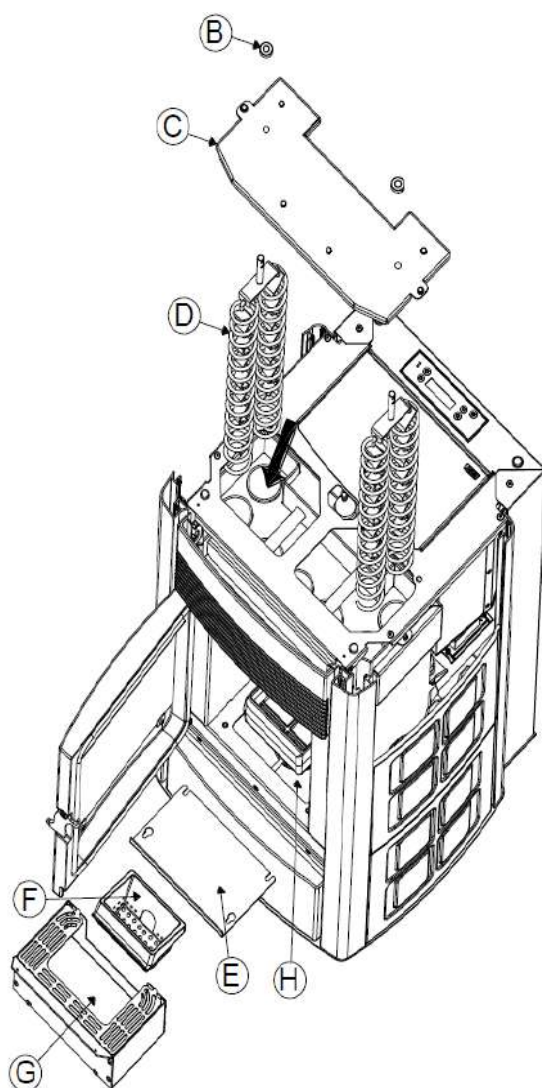

Figure 16 - Nettoyage du groupe de tuyaux, du turbulateur et du compartiment inférieur
⚠ ATTENTION : Il est conseillé d'effectuer le nettoyage de l'échangeur supérieur à la fin de la saison et éventuellement par un technicien agréé spécialisé afin de remplacer le joint qui se trouve sous le bouchon « C ». (fig.16).
**ATTENTION** : Il est conseillé d'effectuer le nettoyage de l'échangeur supérieur à la fin de la saison et éventuellement par un technicien agréé spécialisé afin de remplacer le joint qui se trouve sous le bouchon « C ». (Fig.16).